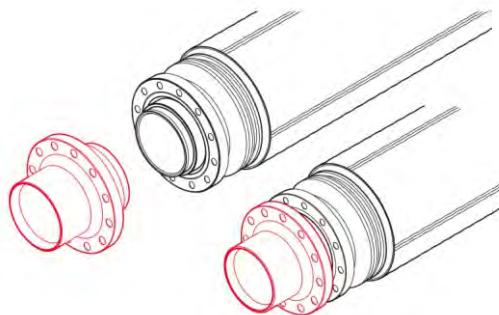

Рис. 3.8.4
4. Вставить корпус фитинга (рис. 3.8.4). Корпус должен быть ориентирован таким образом, чтобы патрубок под сварку (широкая часть) была направлена в сторону, противоположную торцу слоя теплоизоляции.